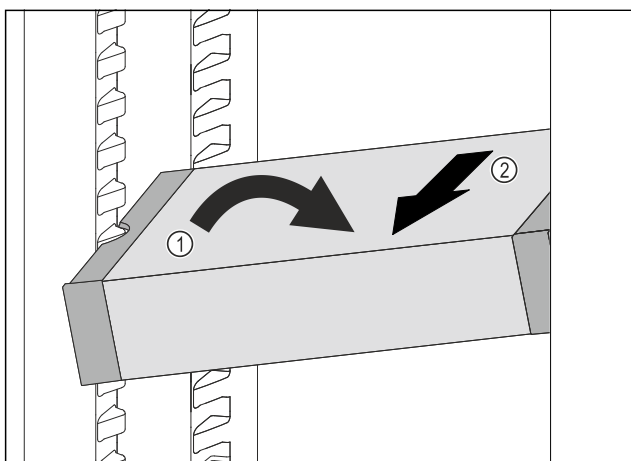

Fig. 200
- Vendosni VarioSafe pjerrtas në pjesën e ftohjes. Fig. 200 (1)
- Hiqni VarioSafe për nga përpara. Fig. 200 (2)